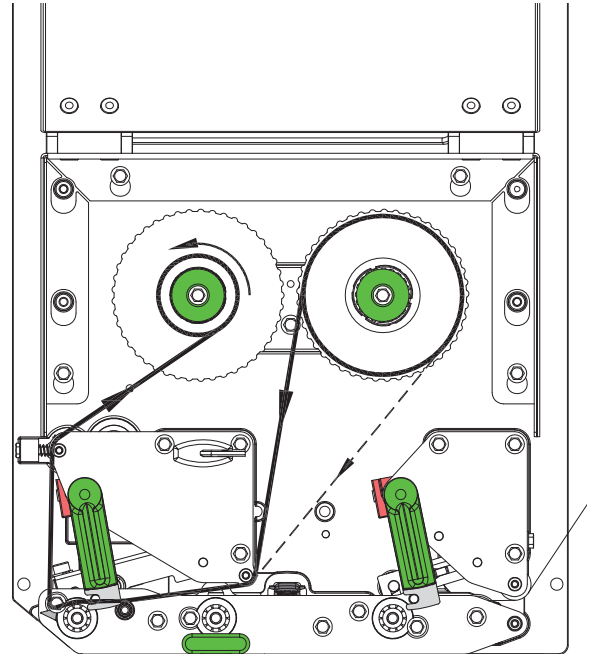

Figure 12 Passage du ruban transfert
2. Tourner le levier (6) dans le sens inverse des aiguilles d'une montre pour soulever la tête d'impression.
3. Pousser le rouleau de ruban transfert (3) jusqu'à la butée sur le dérouleur (4) afin que le côté encre du ruban ne soit pas en contact direct avec la tête d'impression.
4. Maintenir le dérouleur (4) et tourner le bouton de réglage (5) du dérouleur dans le sens inverse des aiguilles d'une montre jusqu'à ce que le rouleau soit fixé.
5. Pousser un mandrin (1) approprié sur l'enrouleur de ruban transfert (2) et le fixer de la même manière.
6. Guider le ruban transfert à travers le mécanisme d'impression comme décrit dans la figure 12.
7. Fixer le début de ruban transfert avec une bande adhésive sur le mandrin (1). Respecter le sens de rotation de l'enrouleur de ruban transfert, à l'inverse des aiguilles d'une montre.
8. Tourner l'enrouleur (2) dans le sens inverse des aiguilles d'une montre pour lisser le ruban transfert.
9. Tourner le levier (6) dans le sens des aiguilles d'une montre pour verrouiller la tête d'impression.